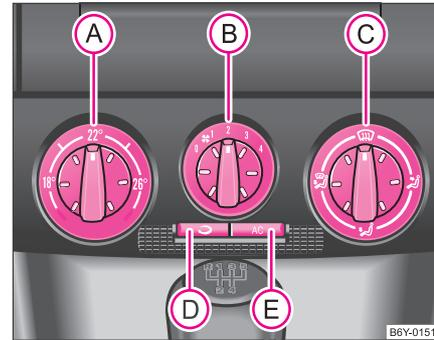

Abb. 86 Klimaanlage: Bedienungselemente
Die Klimaanlage arbeitet, wenn der Schalter  ⇒ Seite 96, Abb. 86  gedrückt ist und folgende Bedingungen erfüllt sind:
- Drehen Sie den Drehregler **(A)** ⇒ Abb. 86 nach rechts, um die Temperatur zu erhöhen.
- Drehregler **(A)** → Seite 96, Abb. 86 bis zum Anschlag nach rechts
- Drehregler **(A)** \Rightarrow Seite 96, Abb. 86 bis zum Anschlag nach links
- Drücken Sie die Taste  ⇒ Seite 96, Abb. 86, das Tasten-Symbol  leuchtet auf.
Wenn der Luftverteilungsregler  in der Position  ⇒ Seite 96, Abb. 86 steht, wird der Umluftbetrieb automatisch ausgeschaltet. Durch wiederholtes Drücken der Drucktaste  können Sie auch in dieser Stellung den Umluftbetrieb wieder einschalten.
Die Luftzufuhr für die einzelnen Düsen stellen Sie mit dem Luftverteilungsregler  ein \Rightarrow Seite 96, Abb. 86. Die Luftaustrittsdüsen **3** und **4** können einzeln geschlossen und geöffnet werden.
Aus den geöffneten Luftaustrittsdüsen strömt je nach Stellung des Drehreglers  \Rightarrow Seite 96, Abb. 86 und nach Klimabedingungen erwärmte, nicht erwärmte bzw. gekühlte Luft. ■